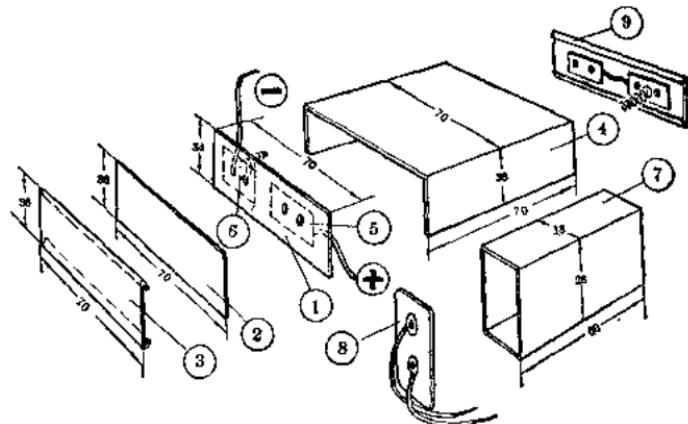

图 8-7
3 伏和 9 伏电池盒的结构见图 8-7。①是两块厚 1 毫米、长 70 毫米、宽 34 毫米的胶木板。每块胶木板上用铜铆钉铆着两块小铜皮⑤和⑥，作为与电池正负极相接触的接触片用。与电池负极相接触的接触片⑥的上面焊上一根镀锌的螺旋弹簧（就是那种半导体收音机电池盒里用的镀锌小弹簧）。②是两层迭起来的牛皮纸，把它用快干胶水粘在胶木板①没有铜皮的那一面上，作为使胶木板上的铆钉和后面铁皮③的绝缘层。把铁皮③的两个长边弯折过来，包在胶木板①的长边上。但要注意，不能让铁皮③包过来的边碰着铜皮⑤或⑥，以免电池漏电。①、②、③三个零件装在一起成为 3 伏电池盒的一个端板，用同样的方法再做另外一个端板⑨。用薄铁皮做 3 伏电池盒的框架④，把两边的端板分别焊在框架④的两端，这就做成了能放两节 1.5 伏电池的电池盒了。
9伏电池盒的制作比较简单，可按图8-7中⑦的样子，用薄铁皮弯成一个能塞进9伏电池的铁皮框架就行了。9伏电池的接线架可用专给半导体收音机用的层迭电池接线架（图8-7中⑧）。